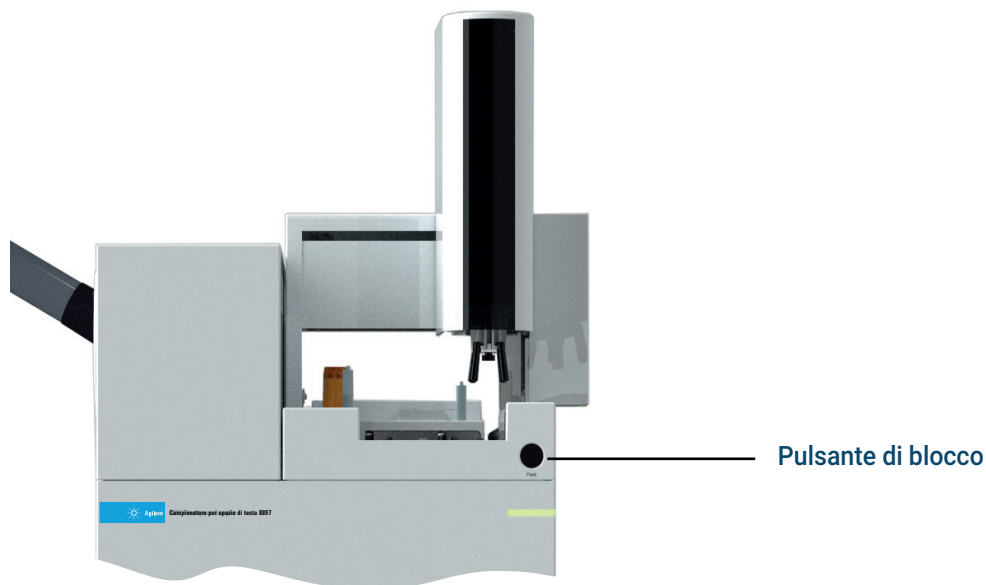

Figura 11. Posizione del pulsante di blocco
- 1 Premere pulsante di blocco per bloccare il vassoio (ossia spostare il cavalletto in posizione di riposo per accedere comodamente all'area dei rack). Vedere **Figura 11** a pagina 35.